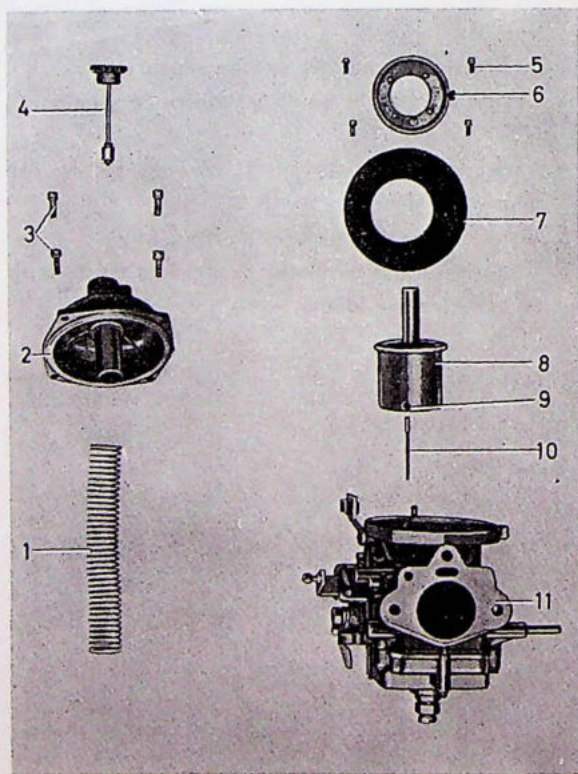
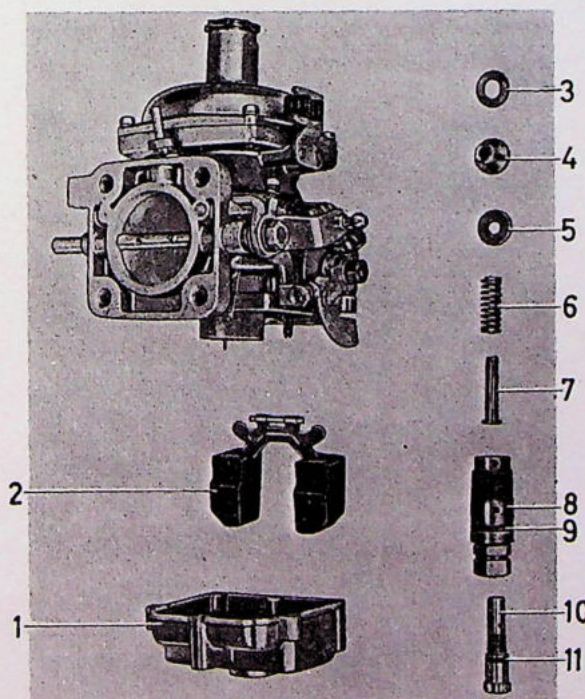
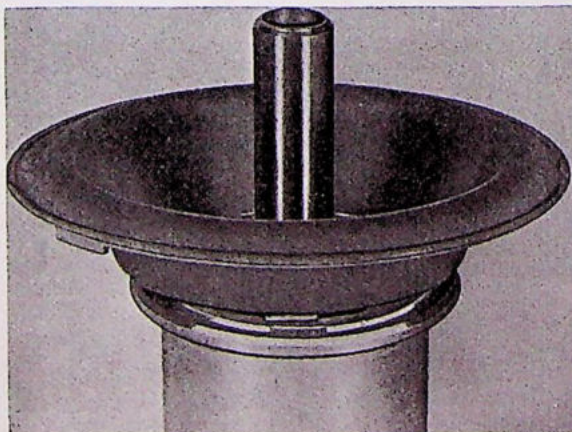

Fig. 2-83. Bovenste gedeelte gedemonteerd
Fig. 2-84. Vlotterkamer, gedemonteerd
Fig. 2-85. Membraan en luchtschuif
1. Draai de afstelschroef van de sproeier naar boven, totdat de bovenkant van de sproeier juist boven de brug uitkomt. Draai de sproeierhouder (8, Fig. 2-84) enkele slagen los.
1. Teken de vacuümkamer en het karburateurlichaam. Verwijder de vacuümkamer (2, Fig. 2-83) en de veer (1).
2. Verwijder de schuif (8) met het membraan (7).
3. Los de schroef (9) op en verwijder de regelnaald (10).
4. Verwijder de schroeven (5), de ring (6) en het membraan (7).
5. Verwijder de vlotterkamer (1, Fig. 2-84).
1. Plaats het membraan (7, Fig. 2-83) zo op de luchtschuif (8) dat de nok (Fig. 2-85) in de korresponderende uitsparing van de luchtschuif valt en dat de pasrand gemakkelijk in de korresponderende gleuf glijdt.
N.B. Vernieuw het membraan als het zo gezwollen is, dat het niet meer in de gleuf gemonteerd kan worden. Breng zorgvuldig de ring (6, Fig. 2-83) zo aan, dat de schroefgaten korresponderen met die in de schuif en het membraan zonder dat de ring gedraaid behoeft te worden, en de groef in de ring om de geleiderand van het membraan valt. Zet de ring (6) met de schroeven (5) vast.
4. Draai de afstelschroef (10, Fig. 2-84) samen met een nieuwe O-ring (11) in de sproeierhouder (8). Monteer een nieuwe O-ring (9) op de sproeierhouder.
5. Zet de veer (6), de koperen ring (5), de geleider (4) met een nieuwe O-ring en de lichtmetalen ring (3) op de sproeier en monteer het geheel met de sproeierhouder en stelschroef in het karburateurhuis. Schroef de sproeierhouder er met de hand in, maar zet hem niet vast. Draai de stelschroef in, totdat het bovenzvlak van de sproeier tegen de luchtschuif aankomt, wanneer deze in z'n laagste stand is. Centreer de sproeier en de geleider overeenkomstig de voorschriften in „Het centreren van de sproeier” op pagina 2 : 35.
6. Monteer de vlotter (2) met de as. De vlakke kant van de vlotter moet van het karburateurhuis af wijzen.